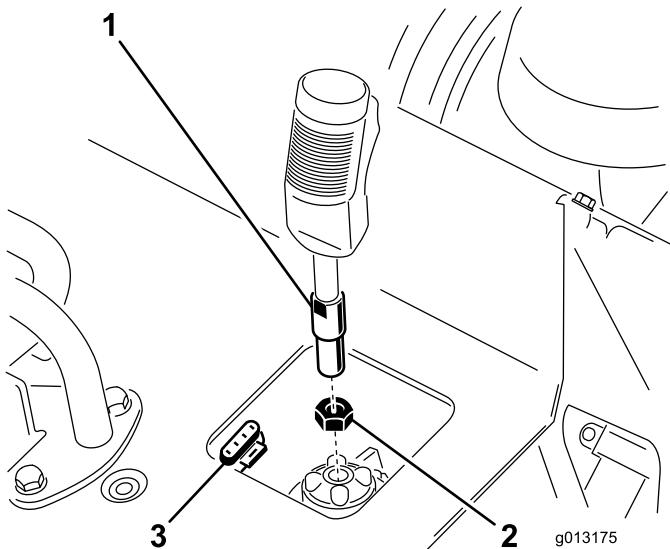

Figura 4
1. Enrosque la contratuerca sobre la palanca de control del desbastador (Figura 4).
2. Enrosque la palanca de control del desbastador en el alojamiento del panel de control (Figura 4).
3. Con el gatillo orientado hacia adelante, apriete la contratuerca contra el alojamiento para sujetar la palanca (Figura 4).
4. Conecte el cable de la palanca al conector de 4 pines situado debajo del panel de control (Figura 4).